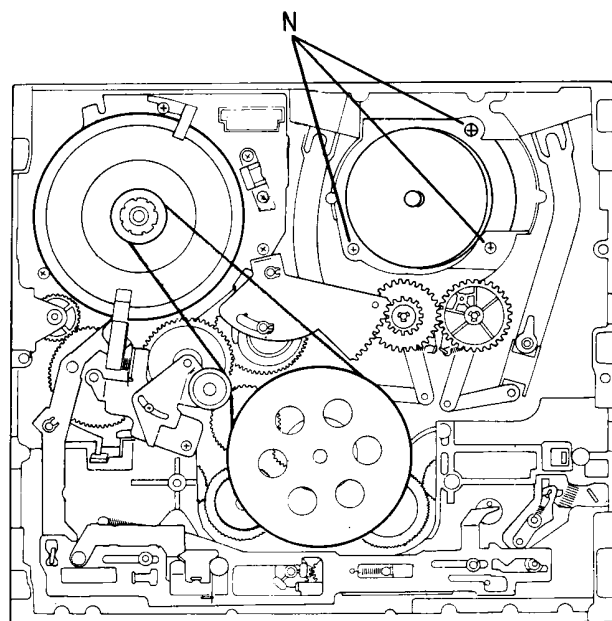

Fig. 13
- 3 Schrauben "N" entfernen (Fig. 13) und Bandtrommelbaustein (6) aus dem Laufwerk ziehen.
4.2.2 Einbau des Bandtrommelbausteins (6)
- Bandtrommelbaustein (6) ins Laufwerk stecken und 3 Schrauben "N" eindrehen (Fig. 13).
- Undo the 3 screws "N" (Fig. 13) and pull out the cylinder unit (6) from the chassis.
4.2.2 Assembly of the Cylinder Unit (6)
- Put the cylinder unit (6) onto the chassis and fasten the 3 screws "N" (Fig. 13).